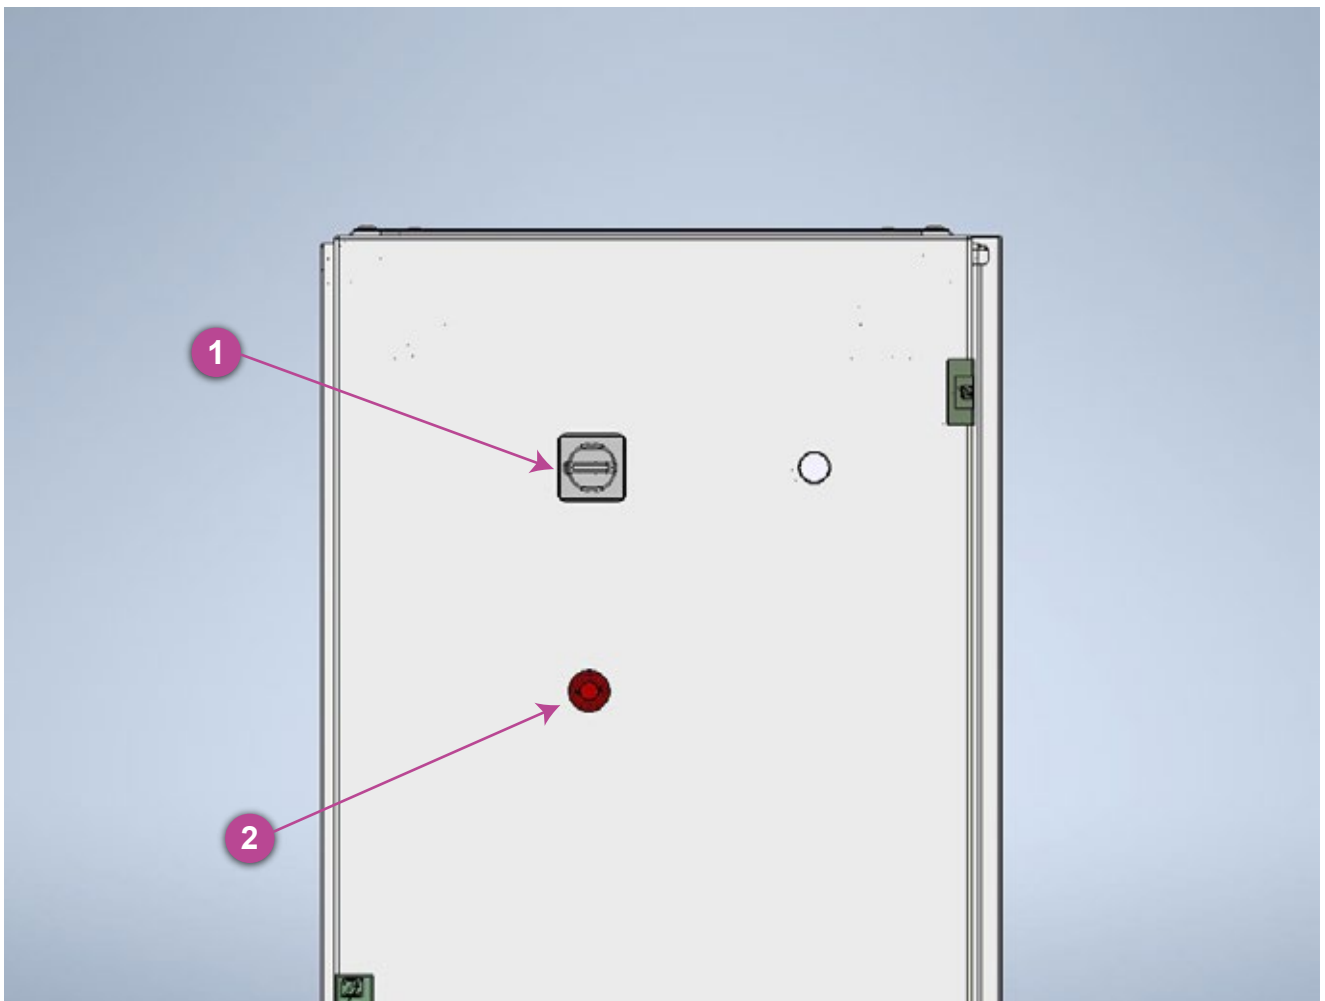

Fig.1
*In riferimento alla Fig.1:*
*In reference to Fig.1:*